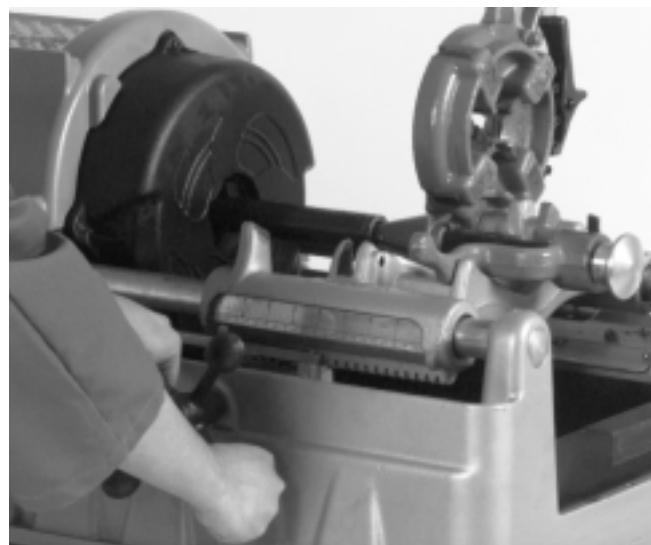

Figura 7 – Escariado de tubos con la Escariadora No. 341
4. Ejerciendo presión sobre el volante, cargue la escariadora sobre el tubo hasta completar el escariado. (*Figura 7*)